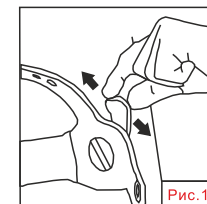

Рис.10
- 7.2 По бокам сварочной маски расположены специальные отверстия. Регулируя положение фиксаторов можно регулировать угол обзора сварщика - вверх, на уровень глаз, вниз, (см.рис.10)